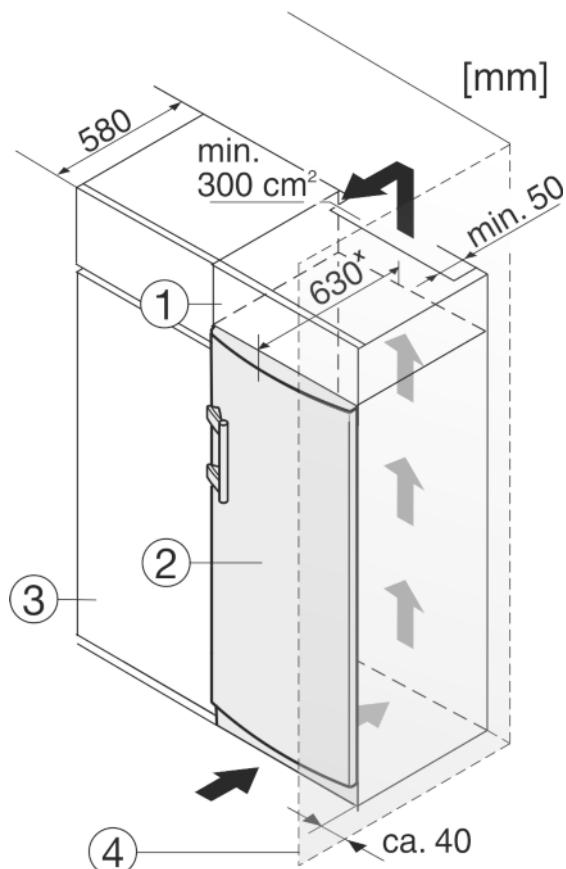

Fig. 12
- (1) Дополнительный шкафчик
- (2) Устройство
- (3) Кухонный шкаф
- (4) Стенка
Устройство может быть окружено кухонными шкафами. Чтобы уравнять устройство Fig. 12 (2) по высоте с кухонной стенкой, можно установить над устройством дополнительный шкафчик Fig. 12 (1).
При комбинировании с кухонными шкафами (глубина макс. 580 мм) устройство можно установить непосредственно рядом с кухонным шкафом Fig. 12 (3). Устройство выступает сбоку на 34 мм × и по центру на 50 мм × относительно передней стенки кухонного шкафа.
Если устройство установлено на шарнирах у стены Fig. 12 (4), то расстояние между устройством и стеной должно быть не менее 40 мм. Настолько выступает ручка при открытой дверце.